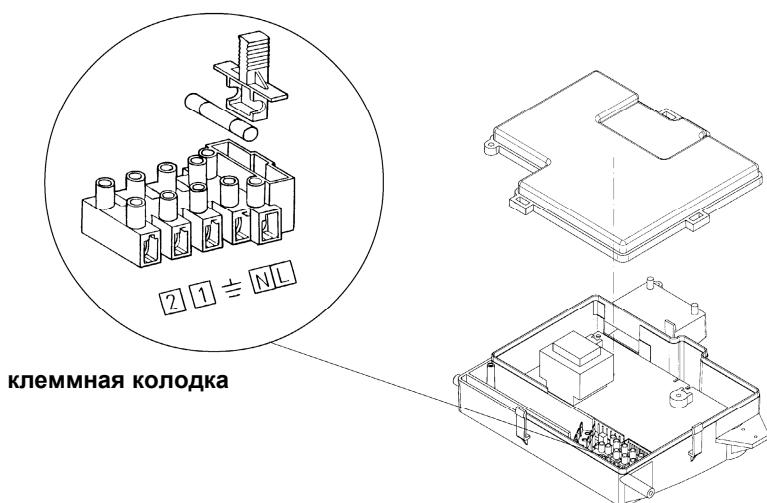

Рис.10
- для доступа к контактам снимите крышку (рис.10).
- откройте доступ к клеммам подключения электропитания (рис.10), как описано выше;
- удалите перемычку между клеммами (1) и (2);
- проденьте двухпроводной кабель, идущий от термостата, через кабелодержатель и подключите его к клеммам (1) и (2).